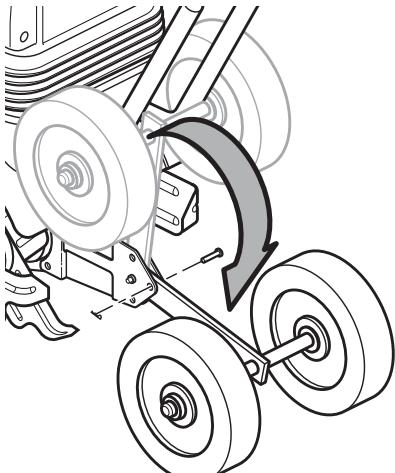

Figura 6 – Regulación del conjunto rueda a la posición de transporte
2. Gire hacia abajo al conjunto rueda de modo que, como se muestra en la figura 6, el orificio del conjunto rueda alinee con el orificio central de la consola de montaje.
3. Como se muestra en la figura 6, inserte el eje pasador por el orificio e inserte la presilla de retención en el eje pasador. Las ruedas están ahora montadas en la posición de transporte.